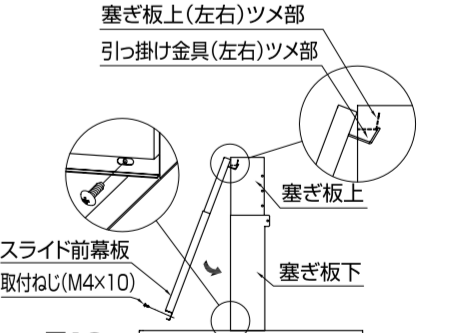

図19
⑧図19のように塞ぎ板上(左右)のツメのところへスライド前幕板に取り付けた引っ掛け金具(左右)のツメを差込み、スライド前幕板下部2箇所を取付けねじ(M4×10)2本で塞ぎ板下に固定します。(図19)